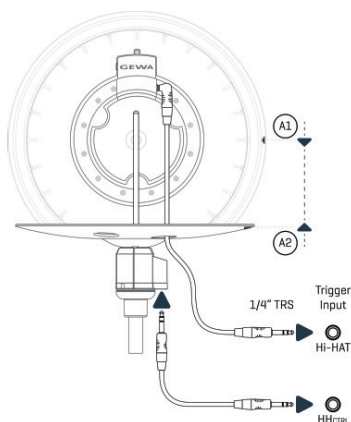

fig. 4
- 1 Prendere il piatto superiore (C) e collegare il cavo stereo (piegato a gomito – piegato a gomito) alla presa più vicina al foro medio (Si veda fig. 4).
- 5 Connettere la spina retta del cavo stereo del controller al controller dell'Hi-Hat come nella fig. 4.
- 6 Connettere entrambi i cavi ai relativi ingressi trigger della console della batteria, come nella fig. 4.